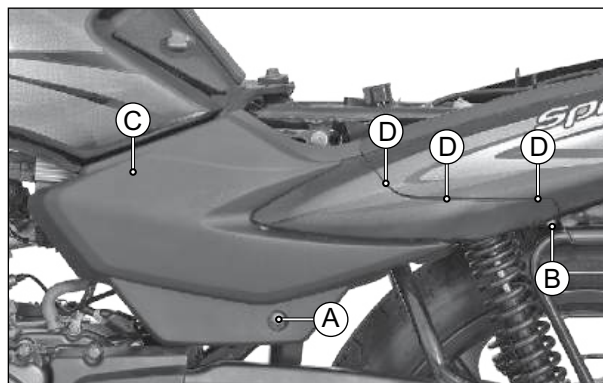

Fig. 1.22
- Remova o parafuso (A) (M6x16) de fixação da tampa lateral esquerda. (Fig. 1.22)
- Puxe cuidadosamente a extremidade dianteira da tampa lateral esquerda e desencaixe a lingueta (C) da borracha do tanque de combustível. Libere cuidadosamente as travas da lateral esquerda (D) da carenagem traseira esquerda e remova a lateral esquerda. (Fig. 1.22)